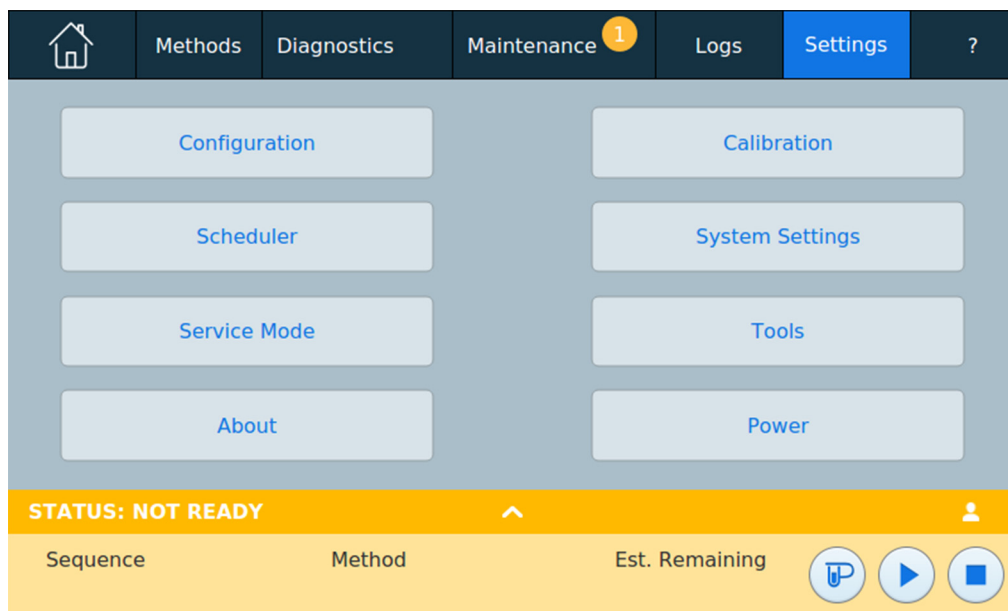

Figura 62 Vista Settings
- 1 Pulse **Settings** en la barra de comandos de la pantalla táctil. Se abrirá la vista **Settings**. Consulte Figura 62.